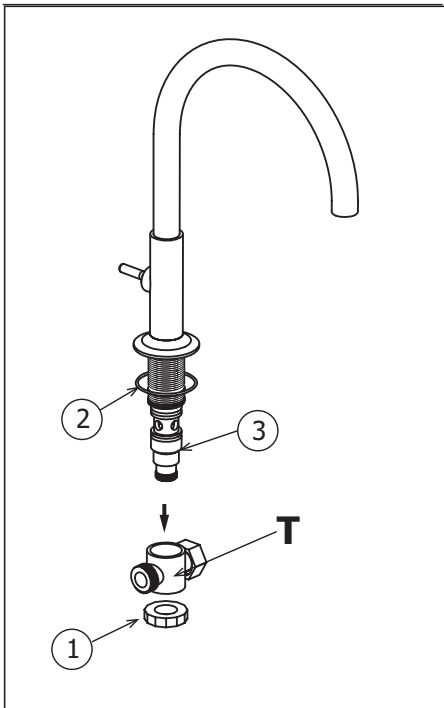

Fig.2
Unscrew the hexagonal nut (1) and pull out the T connection from the shank (3). Fig.2. Make sure the o-ring (2) is in place. Fig.2.
Dévisser l'écrou de retenue (1) et séparer la connexion en T de son raccord (3). Assurez vous que la rondelle (2) soit en place. Fig.2.